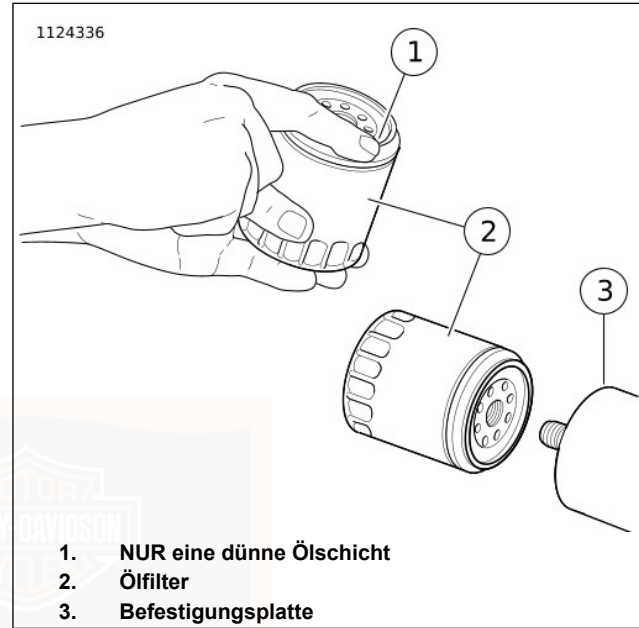

Abbildung 51. Auftragen einer dünnen Ölschicht
7. Siehe Abbildung 51. Die Dichtung mit sauberem Motoröl schmieren und den **neuen** Ölfilter an der Filterbefestigung einbauen. Den Ölfilter um 1/2 bis 3/4 Drehung von Hand anziehen, nachdem die Dichtung mit der Filterhalterungsfläche den ersten Kontakt hat. Den Ölfilterschlüssel NICHT für den Einbau verwenden.